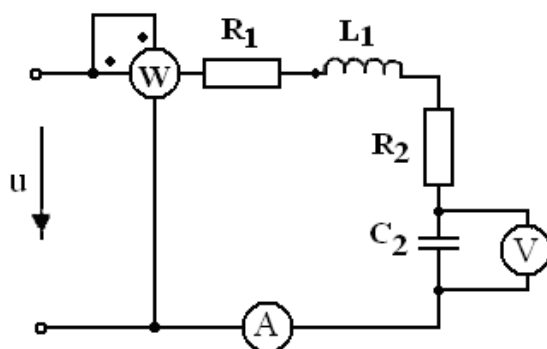

Рис.2.5. Электрическая схема
Задача 3. Напряжение на зажимах цепи, изображенной на рис. 2.5, изменяется по закону  $u = U_m \sin \omega t$ . Амплитудное значение напряжения  $U_m$ , значения активных сопротивлений  $R_1$  и  $R_2$ , индуктивностей катушек  $L_1$  и  $L_2$ , емкостей конденсаторов  $C_1$  и  $C_2$ .
1. Определить показания приборов, указанных на схеме (см. рис.2.5).